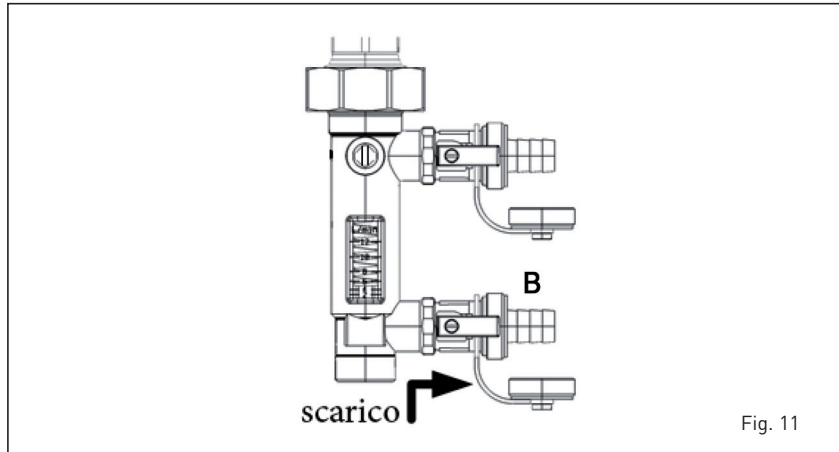

Fig. 11
- Aprire il rubinetto (B) e collegarlo con un tubo di gomma a uno scarico dell'acqua.
- Al termine dell'operazione richiudere il rubinetto (B).
2.10.2 Caricamento del circuito solare (fig. 11/a)